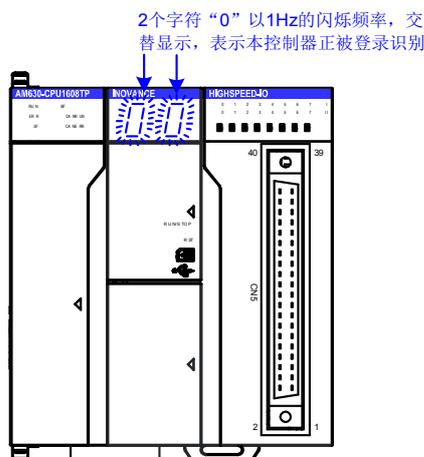

图 3-5 PLC 数码管处于识别状态
- 识别设备：识别要连接的 PLC。当在通信设置选项卡扫描 PLC 时，有可能扫描到多台 PLC 设备，当选中其中一台 PLC 后，点击此按钮，此时 PLC 设备的显示面板上的两位数码管，将交替显示字符“0”，如图 3-5 所示：